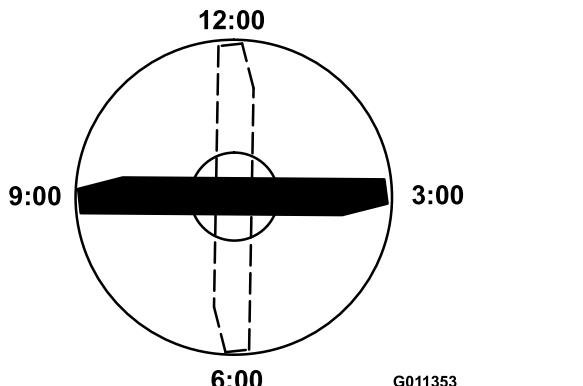

Figura 67
- Orienteate il tagliente dell'estremità marcata della lama sulla posizione a ore 12 (esattamente in avanti, nel senso di falciatura) e misurate l'altezza tra il banco e il tagliente della lama (Figura 67).
4. Ruotate l'estremità marcata della lama sulle ore 3 e sulle ore 9 e misurate le rispettive altezze (Figura 67).